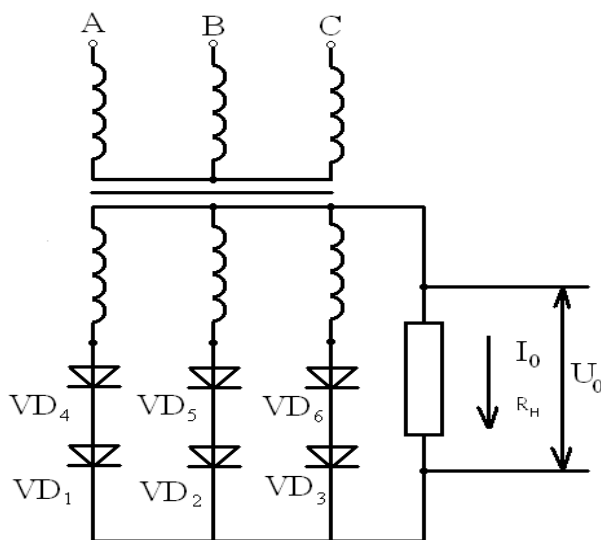

рис.4
4. Составляем схему выпрямителя. Проверяем диод по условию. В данном случае это условие не выполняется ( $200<315\text{В}$ ). Чтобы это условие выполнялось, необходимо в каждом плече выпрямителя два диода соединить последовательно, тогда  $U_{\text{обр}}=200*2=400\text{В}$ ,  $400>315\text{В}$ . Полная схема выпрямителя приведена на рис.4.